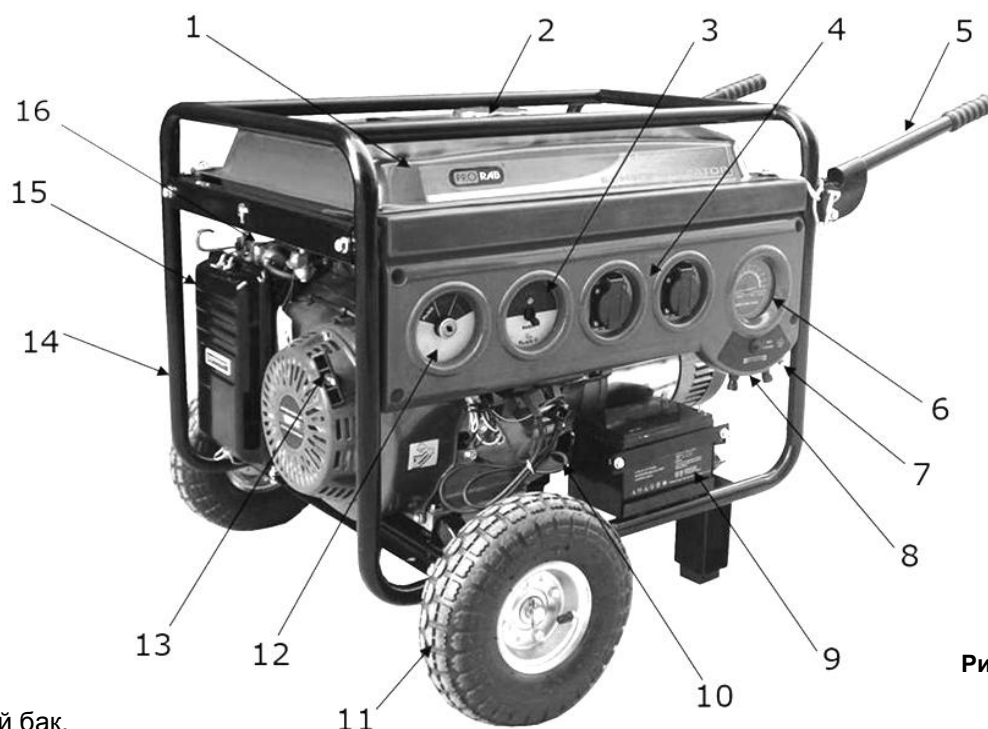

Рис. 1
- Запуск бензинового двигателя осуществляется ручным стартером, при помощи рукоятки (13)(См. Рис.1), или же электрическим стартером, при помощи ключа зажигания.
- Заправка топливного бака (1) осуществляется через заправочную горловину, закрытую крышкой (2).
- Топливо из топливного бака (1) через топливный кран (16) и топливную систему, поступает в карбюратор.
- С помощью воздушного фильтра производится очистка воздуха, поступающего в карбюратор двигателя. Для проведения технического обслуживания воздушного фильтра, он снабжен съемной крышкой (15). Через крышку открывается доступ к фильтрующему элементу.
- Розетки (4) предназначены для подключения потребителей однофазного переменного тока, напряжением 220 В.
- Вольтметр (6) предназначен для измерения величины выходного напряжения работающего генератора.
- Розетка (8) предназначена для подключения потребителей постоянного тока, напряжением 12 В.
- Окрутите крышку топливного бака (2)(См. Рис.1). Проверьте уровень топлива.
- Закройте топливный кран (16)(См. Рис.1) перед дозаправкой топлива.
- Отверните масляную пробку (10) (См. Рис.1), достаньте щуп.
- Соедините разъем заземления (7) (См. Рис.1) на панели управления с заземлителем. Для соединения используется провод, сечением не менее 1,5 мм².
- Противоположный конец провода соединяется с клеммой заземления генератора (7) (См. Рис.1).